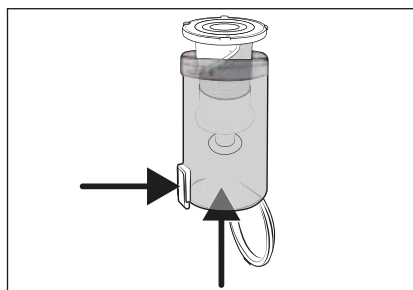

Fig. 18
- 3) Rimuovere il filtro in acciaio inox **6** dal contenitore di raccolta della polvere **7** premendo il tasto di sblocco per il coperchio del contenitore di raccolta della polvere **8**. Estrarre, quindi, il filtro in acciaio inox **6** dal contenitore di raccolta della polvere **7** dal basso (vedere fig. 18).